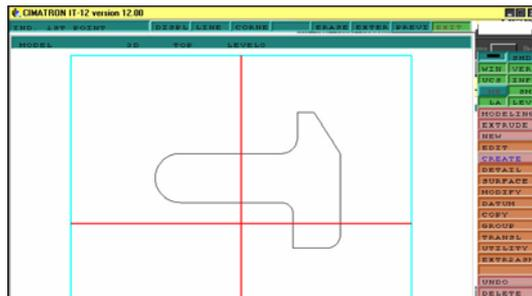

Рисунок 5
4.Используя команды ARC и LINE, рисуем весь эскиз (рис.5).